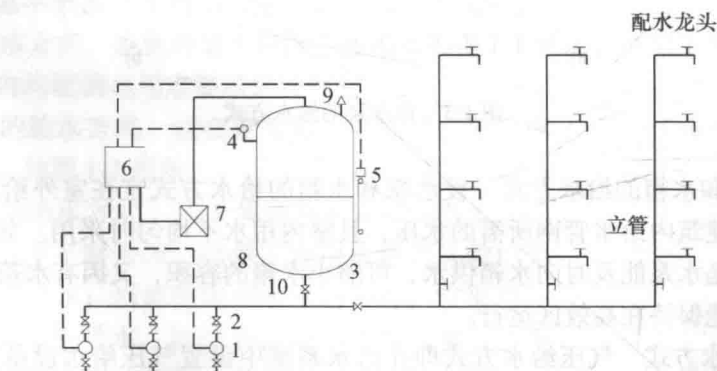

图 1-5 气压给水方式
(5) 气压给水方式 气压给水方式即在给水系统中设置气压给水设备,利用该设备的气压,水罐内气体的可压缩性,升压供水。气压水罐的作用相当于高位水箱,但其位置可根据需要设置在高处或低处。该给水方式宜在室外给水管网压力低于或经常不能满足建筑内给水管网所需水压,室内用水不均匀,且不宜设置高位水箱时采用,如图 1-5 所示。
(6) 叠压供水方式 利用室外给水管网余压直接抽水再增压的二次供水方式。叠压供水设备在城镇给水管网能满足用户的流量要求,而不能满足所需的水压要求,设备运行后不会对管网的其他用户产生不利影响的地区使用。